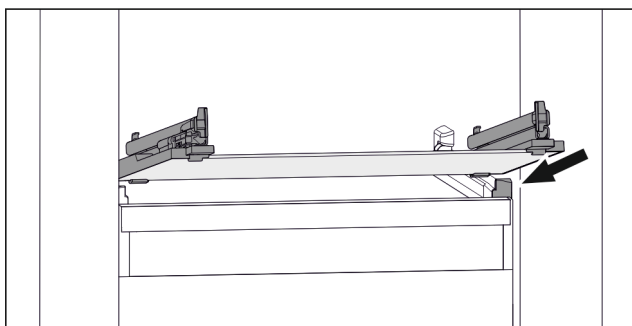

Fig. 69 Beispielhafte Darstellung der Glasplatte
- ▶ Glasplatte schräg hinter den Stopperrn aufsetzen. (siehe Fig. 69)